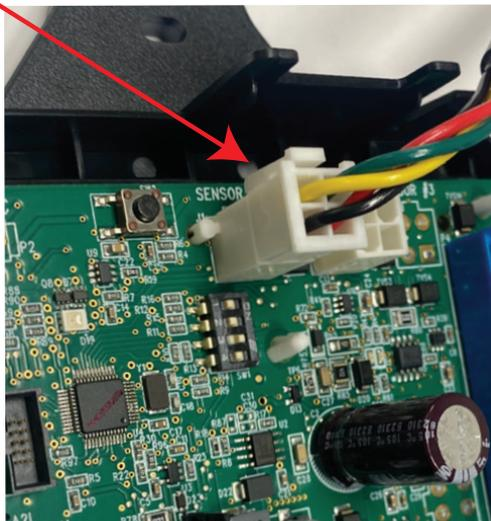

Figura 4. Conexión del sensor del SDR a la placa de control sin comunicación con SDR
Asegúrese de que el cable esté correctamente conectado al conector número uno (1) del sensor. El extremo de conexión Molex debe insertarse hasta que haga tope en el conector Molex para una conexión correcta, tal como se muestra en la figura 4. Verifique que la conexión no presente polvo, suciedad ni humedad.